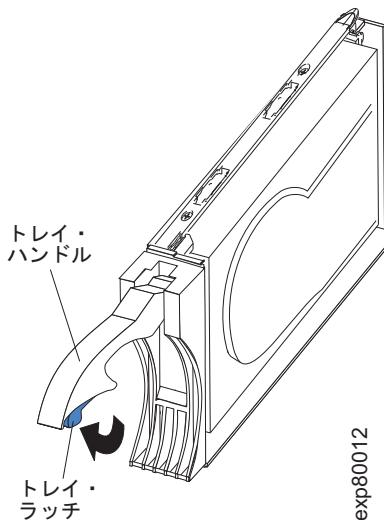

図 35. E-DDM FRU ハンドル
- b. 85 ページの図 35 に示すように、トレイのハンドルが開放位置になるように引きます。
- a. 図 35 の矢印によって示されるように、トレイ・ハンドルの下部の内側を押して、E-DDM FRU のラッチを解放します。